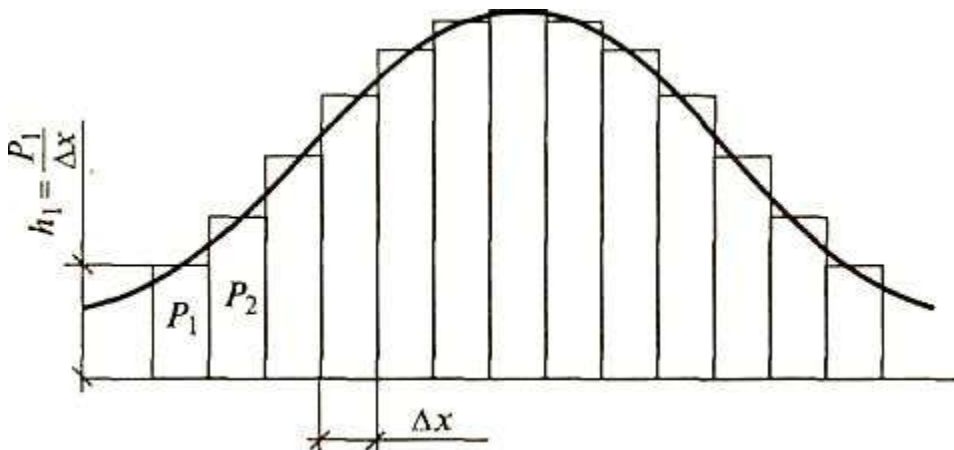

Рисунок 2 – Функция распределения измеренной величины h_1 – ордината функции распределения в точке 1.
4. Строим статистический ряд, который служит основой для построения гистограммы истатистической функции распределения. При $\Delta x \rightarrow 0$ гистограмма переходит в плавную кривую (рисунок 2).